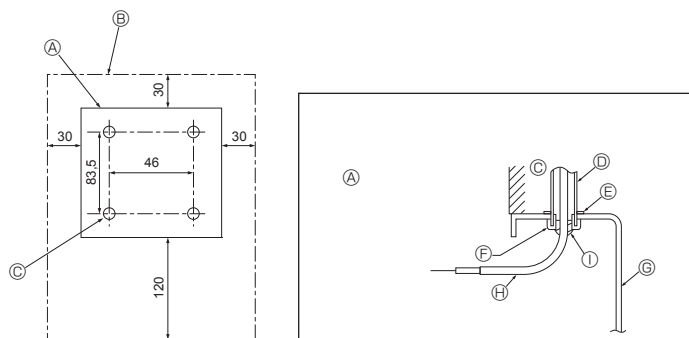

Fig. 7-6
- 1) Kies een plaats waar u de afstandsbediening wilt monteren. (Fig. 7-6)